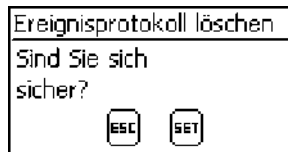

Abb. 5: Dialog Ereignisprotokoll löschen
1. SET drücken. Abb. 5 erscheint.